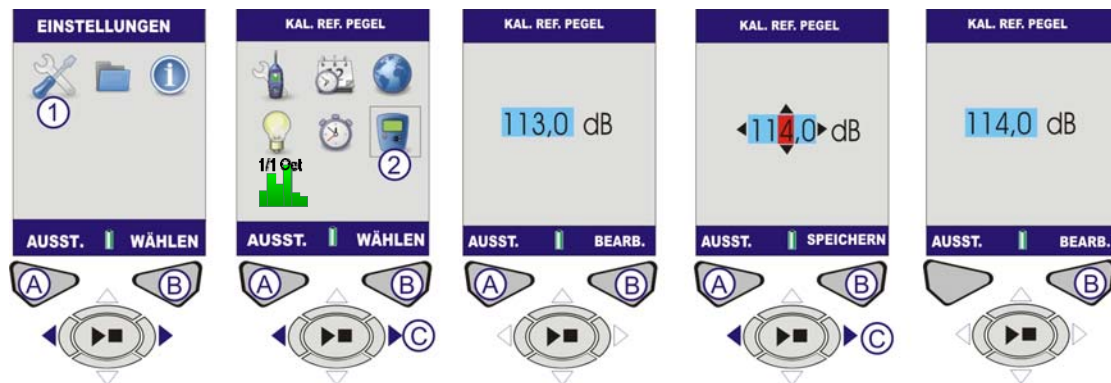

Abbildung 9 Kalibrierbezugspegel
G. KAL. REF. PEGEL (siehe Abbildung 9)